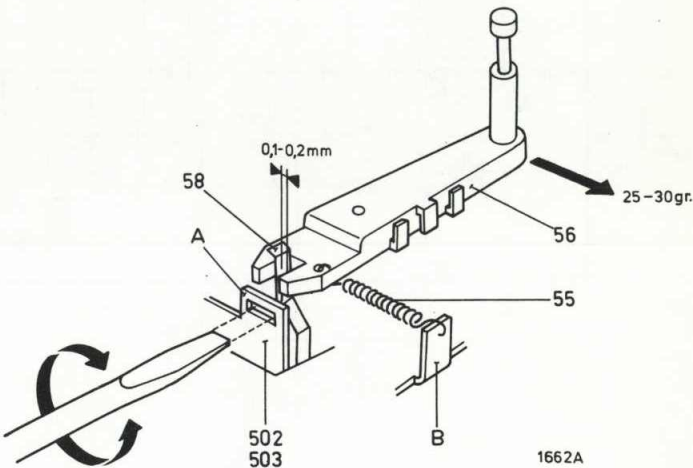

Fig. 8
4. Instelling van de bandspanningsregeling (zie fig. 8 en 27)
Instellen door lip A te verbuigen (zie fig. 8).
Instellen door lip B te verbuigen (zie fig. 8).